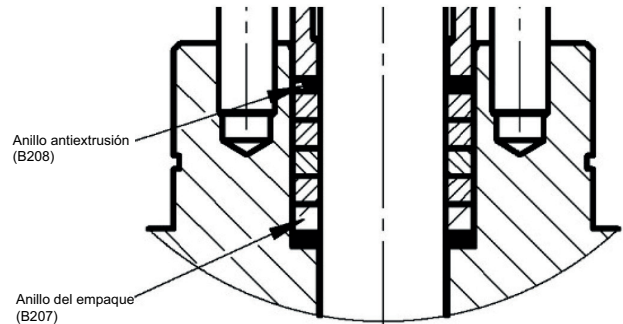

Figura 15 - Disposición de embalaje
- Consulte la Figura 15 para conocer la disposición de embalaje.
- El número de anillos de empaque proporcionados variará según el tamaño de la válvula, pero siempre se proporcionará un mínimo de dos anillos antiextrusión y deben disponerse de acuerdo con la Figura 15.